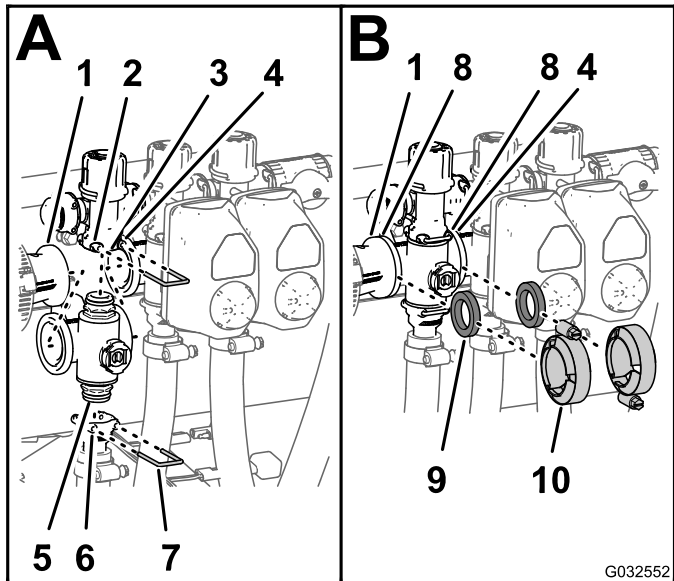

図 112
4. エンドキャップフィッティングを出口フィッティングに取り付ける (出口フィッティングのソケットにリテーナを差し込んで固定する 図 112; A)。
6. 縮径カップリング、ガasket、個別ブームバルブマニホールドを組み立ててクランプを手締めする 図 112; B)。
7. 左側のつの個別ブームバルブを取り付ける場合には、両隣のつの個別ブームバルブのフランジとの間にガasketを入れる 図 112; B)。
8. 各個別ブームバルブ、その両隣の2つの個別ブームバルブのマニホールド、ガasketを組み立ててクランプを手締めする 図 112; B)。